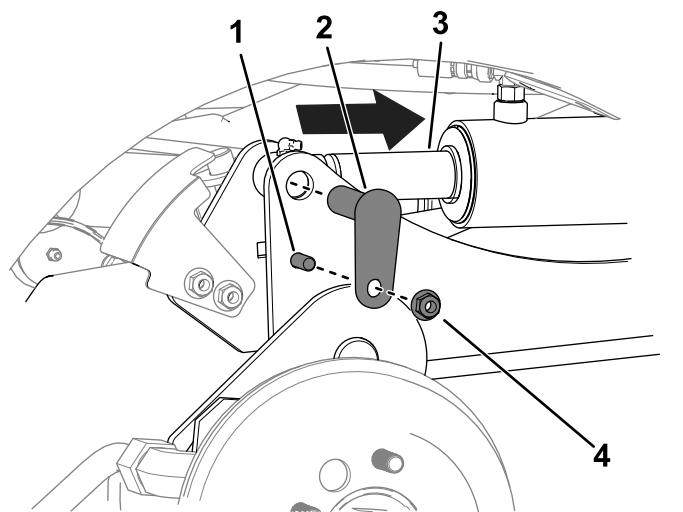

Рисунок 10
- C. Используйте пробойник, чтобы совместить отверстия в штоке цилиндра с отверстиями в подъемном рычаге (Рисунок 10).
- D. С помощью 2 болтов ($\frac{3}{8}$ x $1\frac{1}{4}$ дюйма), 2 гаек ($\frac{3}{8}$ дюйма) и 2 малых штифтов прикрепите подъемные рычаги к цилиндрам (Рисунок 10).